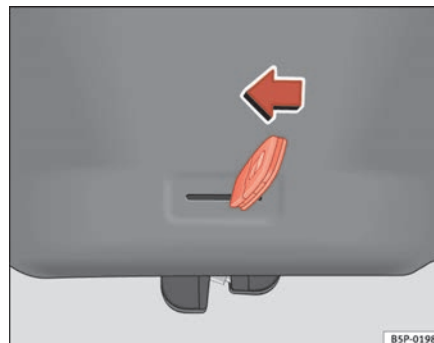

Abb. 46 Heckklappe:
- Stecken Sie den Schlüsselbart in den Schlitz und entriegeln Sie das Verriegelungssystem, indem Sie den Schlüssel von rechts nach links in Richtung Pfeil bewegen ⇒ Abb. 46. ■